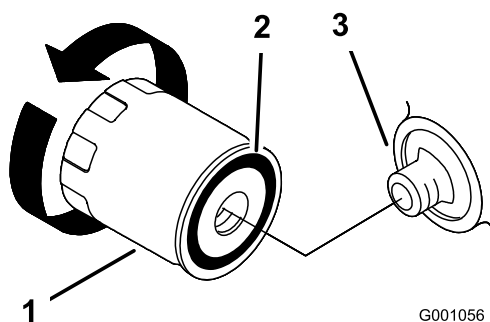

図 49
2. オイル・フィルタを外し、フィルタのアダプタ・ガasketの表面をきれいに拭く（図 49）。
5. 新しいフィルタのガスケットにオイルを薄く塗る（図 49）。
6. アダプタにフィルタを取り付け、ガスケットがアダプタに当たるまでフィルタを右に回し、そこから更に 2/3～1 回転増し締めする（図 49）。